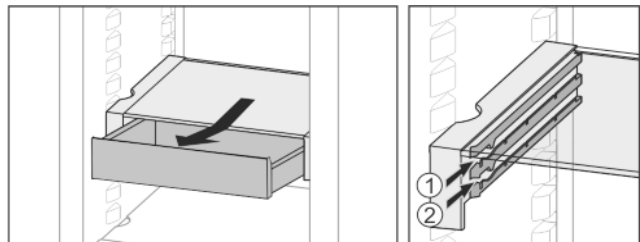

Fig. 23
- ▶ Вставити на будь-якій висоті Fig. 23 (1) або Fig. 23 (2).